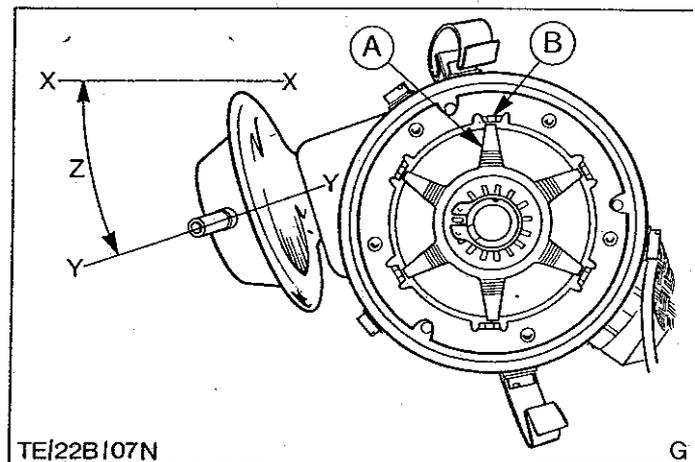

Abb.65 Arme des Verteilerankers stehen den Statorpolen gegenüber
- e) Verteiler mit Spezialwerkzeug 21-092 A lösen und Verteiler so verdrehen, daß die Arme des Verteilerankers den Statorpolen gegenüberstehen, Abb.65.
Beachte: Winkel "Z" in Abb.65 muß 0° bis 14° betragen.